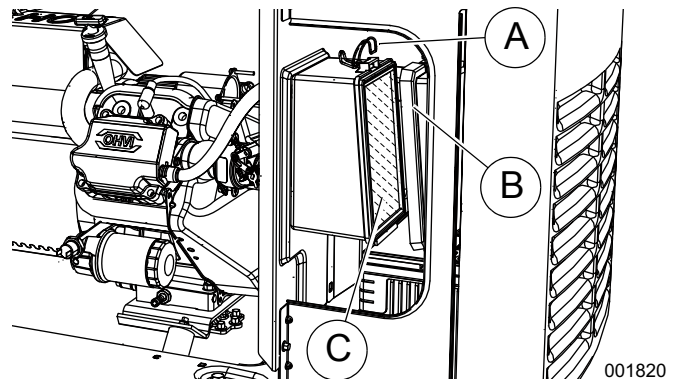
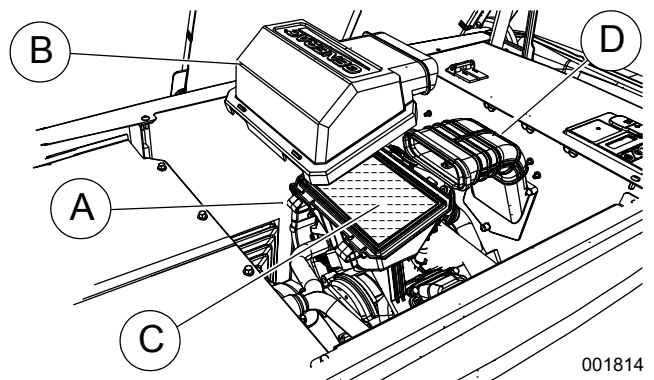

Figure 4-4. Entretien du filtre à air (9 kW)
Figure 4-5. Entretien du filtre à air (11 à 22 kW)
2. Voir la **Figure 4-4** ou la **Figure 4-5**. Retirez les pinces du couvercle (A) et le couvercle du filtre à air (B).